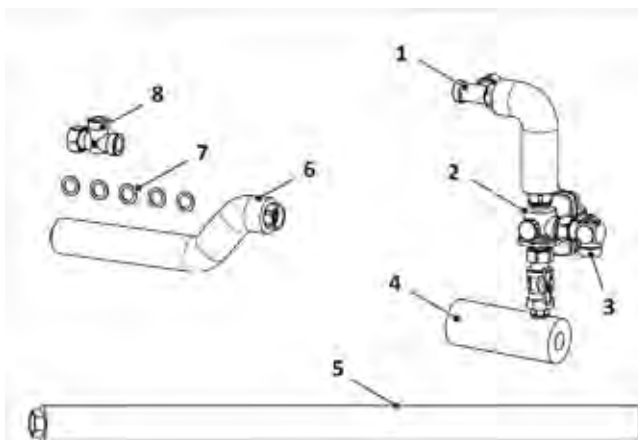
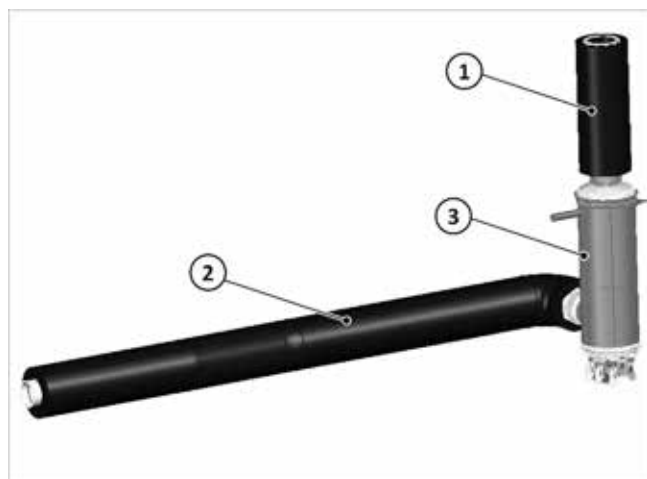

Fig. 12: Pacchetto di montaggio valvola a 3 vie LM WP
Fig. 17: Kit di modifica Max SL-7 (idraulica)
3. Posare il tubo di mandata della pompa di calore (5) a sinistra o destra nel passaggio tubazione. Serrare la linguetta di sicurezza, tenendola ferma.
4. **Vale solo per SolvisLea Eco con SolvisMax Solo:** Al posto del tubo di mandata della pompa di calore, montare il kit di modifica secondo → Fig. 17, pag. 14 e avvolgere la cartuccia di riscaldamento con l'isolante in dotazione e autoadesivo.
5. Inserire e fissare il sensore di temperatura S14 in dotazione all'angolo (3) del manicotto a immersione.
Nella combinazione SolvisMax Solo con SolvisLea Eco, il modulo di carica WP-SL è dotato di una cartuccia di riscaldamento da integrare nella mandata della pompa di calore. Questo "Kit di modifica Max-SL-7" (→ Fig. 17) sostituisce qui il "Tubo di collegamento WP-VL", vedi → Fig. 12 (5).
1. seguire i preparativi del modulo di carica come indicato nel → cap. "Preparazione del volume di carica WP e WP-SL" pag. 12 e sostituire il "tubo di collegamento WP-VL", vedere → Fig. 12 (5), con quello del presente "Kit di modifica Max-SL-7" (→ Fig. 17).